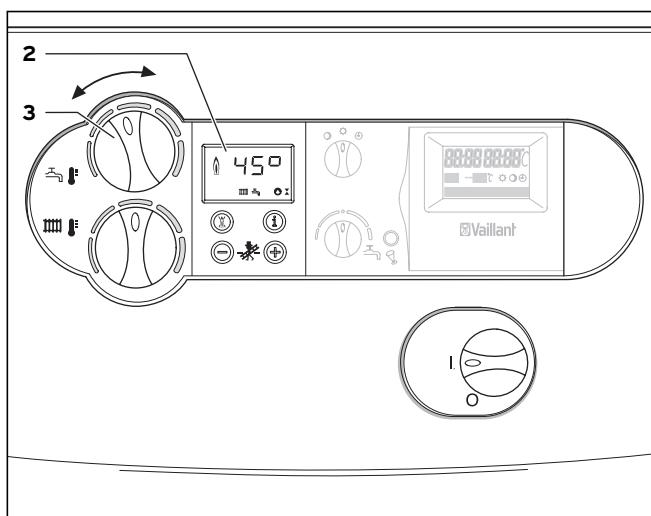

Fig. 4.6 Setarea temperaturii boilerului (numai cu boiler de apă caldă menajeră racordat)
Dacă temperatura boilerului scade sub valoarea setată, aparatul intră automat în funcțiune și pornește încălzirea boilerului. În timpul încărcării boilerului, pe display (2) este semnalată intermitent indicația , vezi fig. 4.6.
- În acest scop, rotiți butonul (3) de reglare a temperaturii apei calde menajere până la limita din stânga, vezi fig. 4.6. Rămâne activă funcția de protecție contra înghețului pentru boiler.